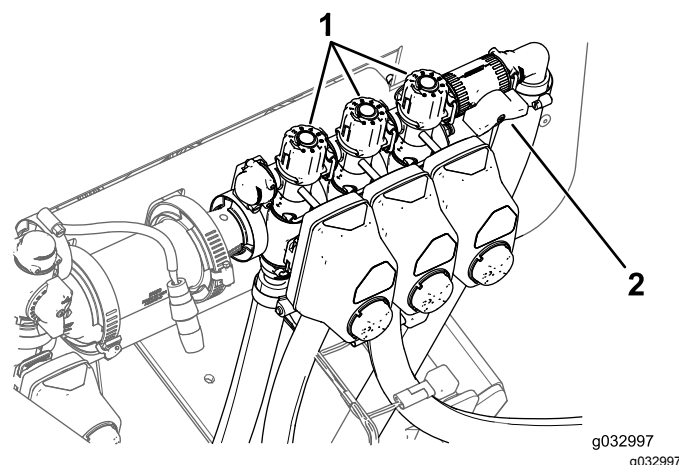

Figure 47
11. Désactivez la rampe gauche et réglez le bouton de dérivation de rampe (Figure 47) jusqu'à ce que le débit indiqué soit au niveau précédent selon le tableau.
13. Réglez le bouton de dérivation de la rampe droite (Figure 47) jusqu'à ce que le débit indiqué soit au niveau précédent selon le tableau.
15. Réglez le bouton de dérivation de la rampe centrale (Figure 47) jusqu'à ce que le débit indiqué soit au niveau précédent selon le tableau.